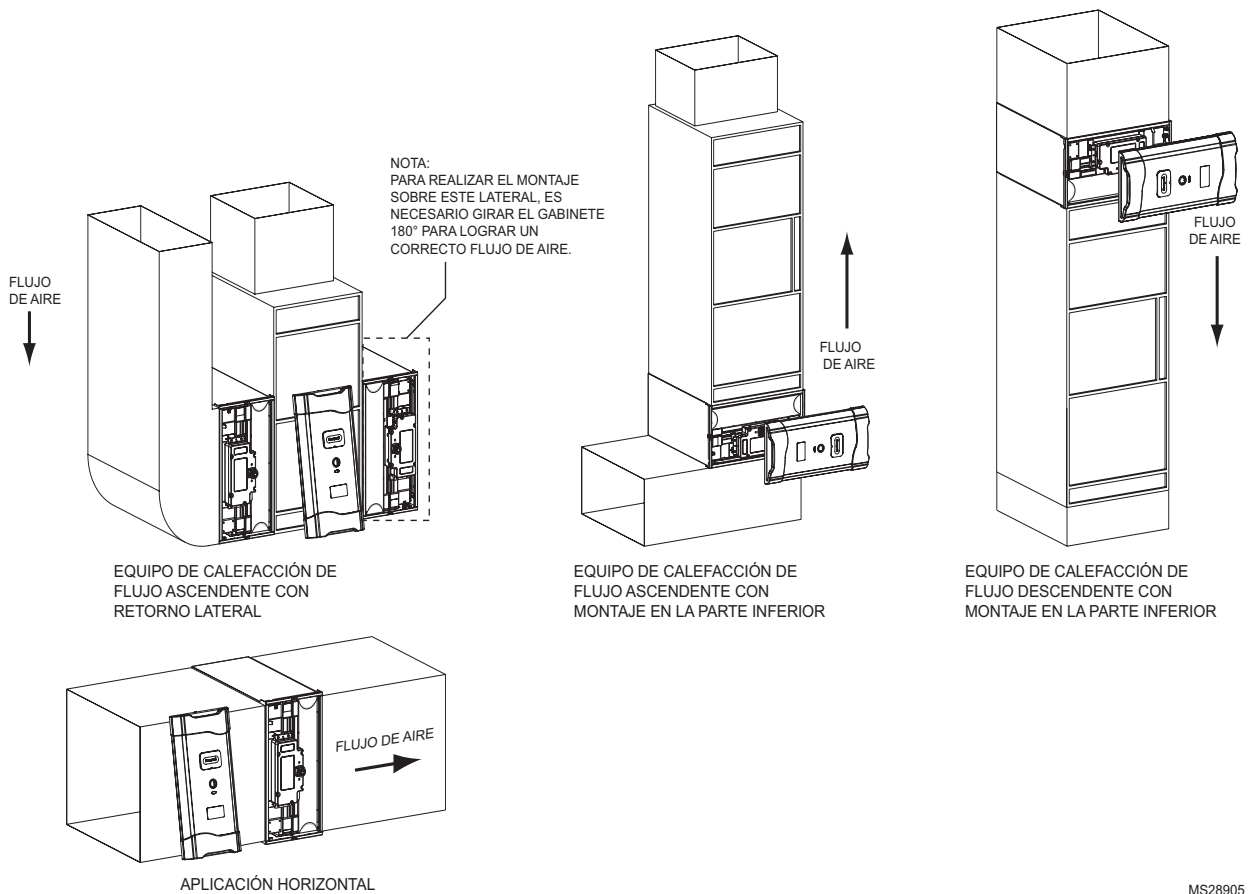
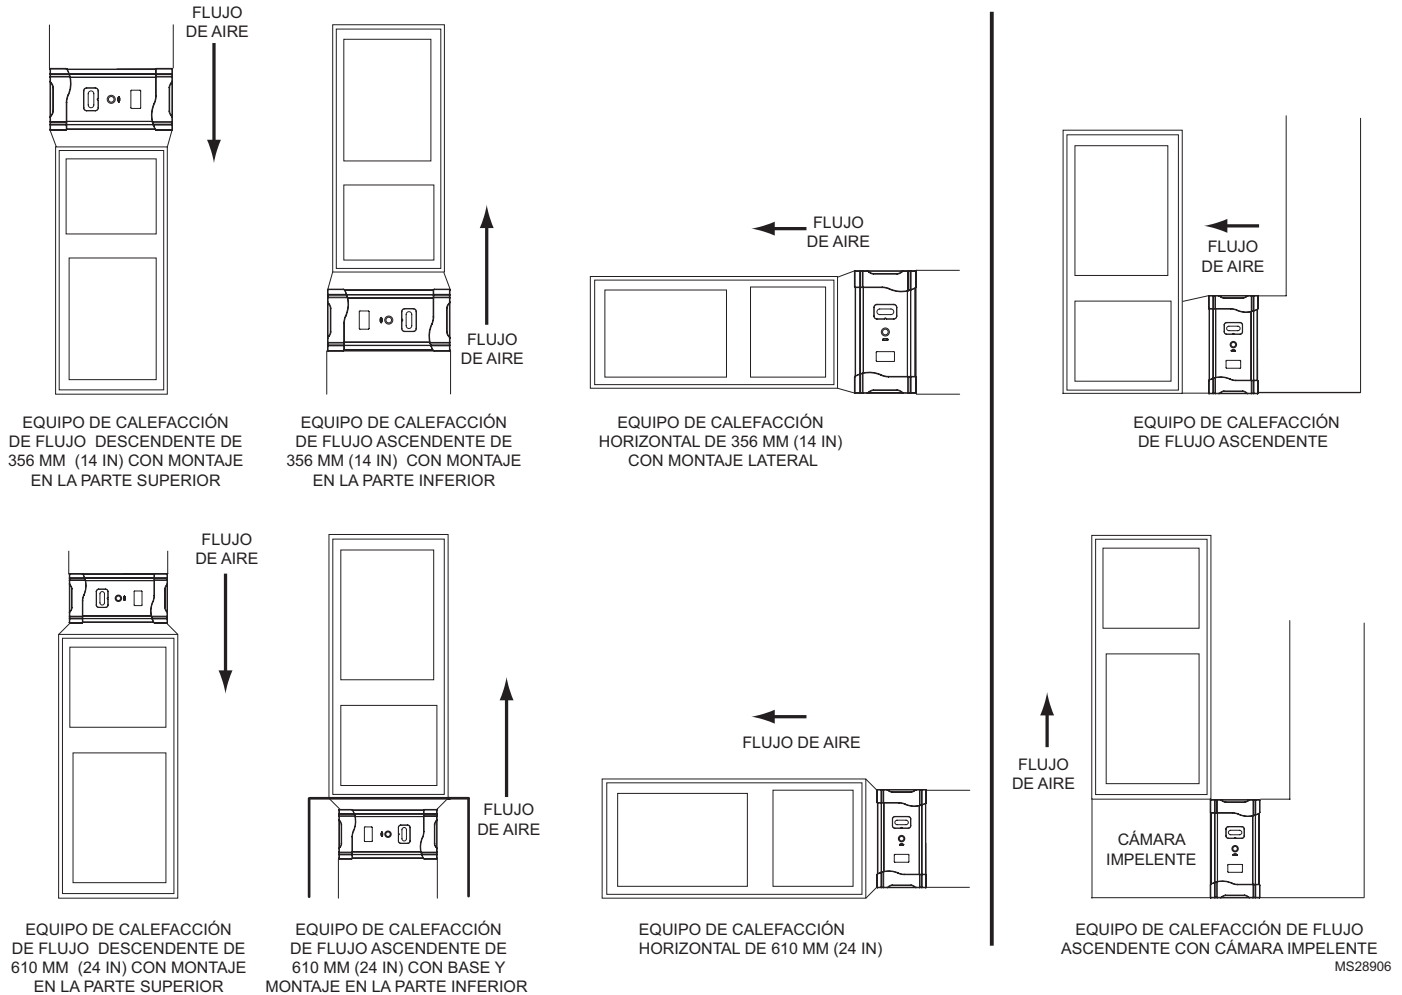
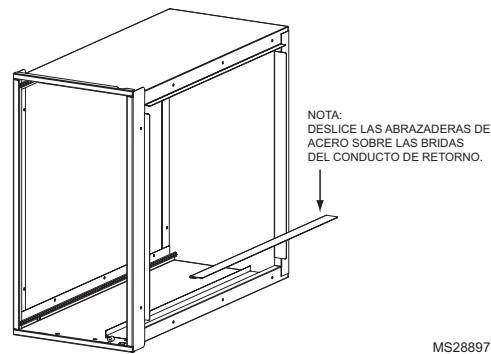

Fig. 7. Orientación del gabinete para los modelos FH8000F.
Fig. 8. Orientación del gabinete para los modelos FH8000F con transición.
Fig. 10. Uso de los adaptadores para el conducto de retorno.
- Identifique una orientación de montaje para el limpiador de aire mejorado Honeywell en el conducto de aire de retorno. Consulte las Fig. 7 y 8 en las páginas 10 y 11.
- d. Coloque el gabinete entre el equipo de calefacción y el conducto de aire de retorno (ver Fig. 7 en la página 10, Fig. 8 en la página 11, Figura 9 y Fig. 10 en la página 13). Es posible que necesite un conducto de transición.
- f. Se incluyen adaptadores para el conducto de aire de retorno, para mayor conveniencia del instalador. Deberán utilizarse para conectar el lateral superior del gabinete del limpiador de aire mejorado Honeywell al conducto de aire de retorno (ver Fig. 10).